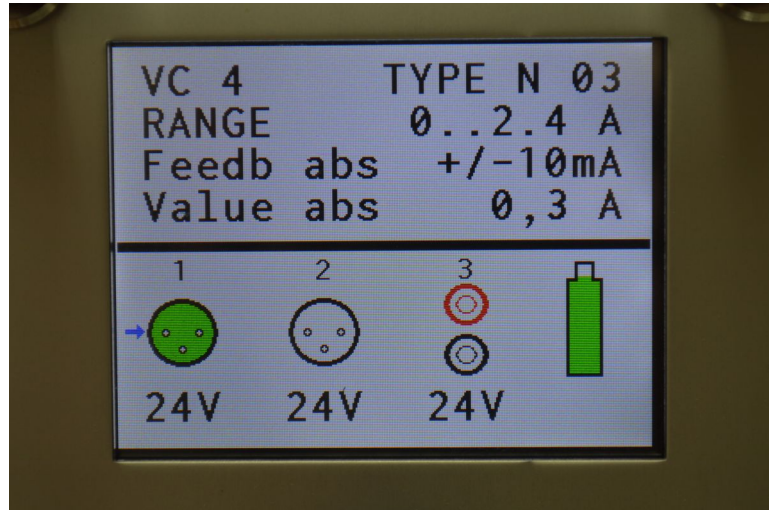

Bild 5: Kanal 1 geschaltet
Die Schaltausgänge 1 bis 3 werden mit Drücken der rechten „Enable“-Taste (6) freigeschaltet. Die Farbe des angewählten Kanals wechselt von blau zu grün. (siehe Bild 5).